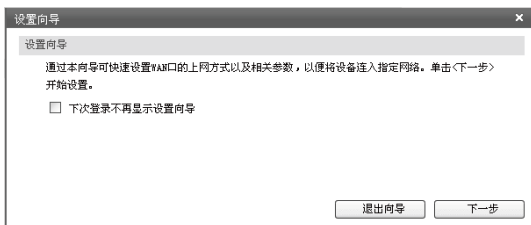

图4-3 设置向导
3. 成功登录后会弹出设置向导界面，如图4-3所示。如果没有自动弹出，可以单击主页左侧的“设置向导”菜单进入。以下设置以多WAN口高速宽带路由器TL-R4238为例，单WAN口高速宽带路由器产品界面会略有不同。单击“下一步”，开始设置。